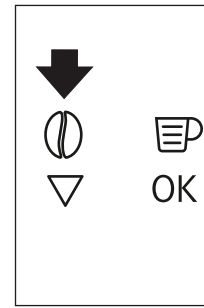

Fig. 15
- ▶ L'appareil est pré-réglé pour faire du café avec un goût normal. Vous pouvez aussi choisir du café avec un goût extra doux, doux, normal, fort ou extra-fort. Il existe également une option de café prémoulu. Pour choisir le goût souhaité, appuyez plusieurs fois sur la touche tactile ☉ (B4) (Fig. 15). Le goût de café souhaité s'affiche.